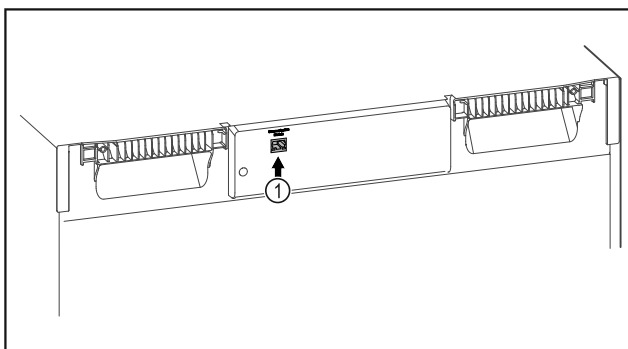

Fig. 102
- ☐ SmartModule Fig. 102 (1) naudojamas.